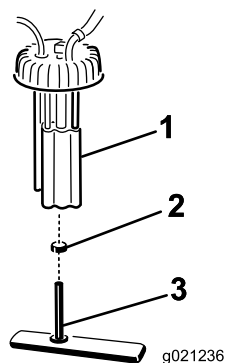

Figure 55
2. Débranchez les connecteurs des faisceaux de câblage de la pompe à carburant (Figure 55).
3. Déposez la pompe à carburant et le filtre à carburant du réservoir (Figure 55).
4. Enlevez le collier qui fixe le flexible du filtre à carburant au raccord de la pompe à carburant. Débranchez le flexible du raccord (Figure 55).